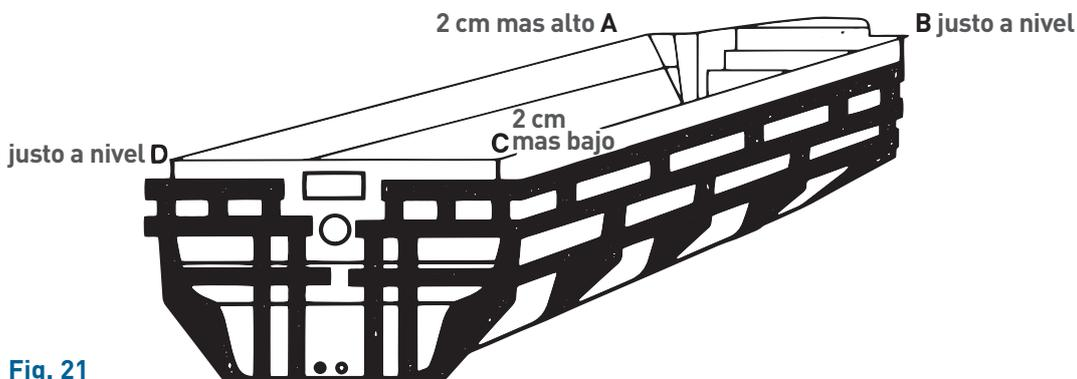

Fig. 21
1) Defecto: Desniveles situados entre 2 ángulos diagonalmente opuestos, con mala adhesión al suelo, lo que produce un ladeamiento de la piscina = un ángulo más alto y el otro más bajo. (Fig. 21)